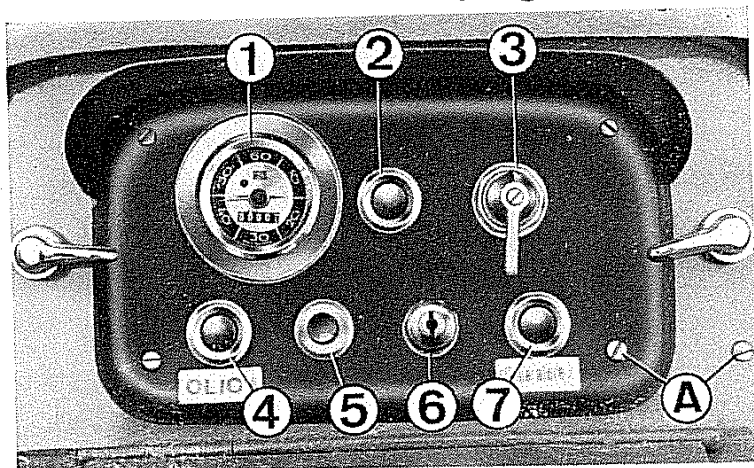

Fig. 31 - Cruscotto
- Per mezzo delle 2 viti A fig. 31 viene fissato nella parte posteriore del cruscotto un relais segna carica.